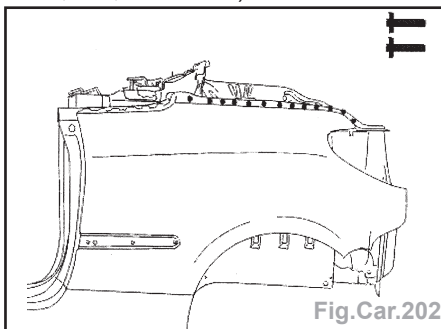

Fig.Car.202
- Poser l'aile et la souder (Fig.Car.202, 203, 204, 205, 206 et 207).